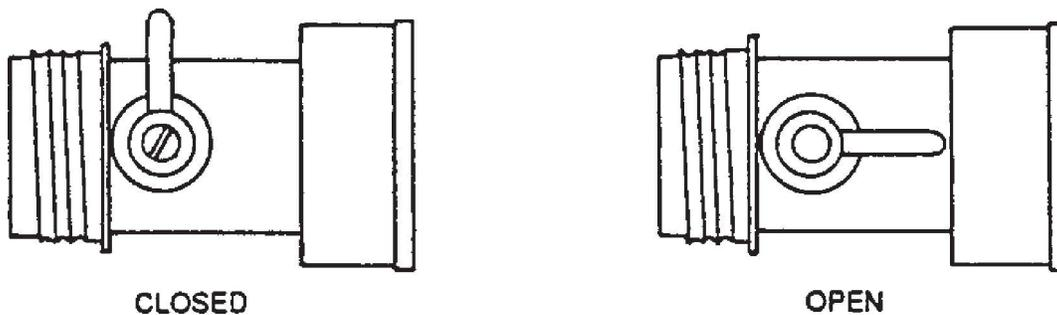

FIG. 4
6. Ceebe el sistema abriendo la válvula de entrada de agua (ver Fig. 4). Abra la válvula de acelerador completamente (en sentido contrario a las agujas del reloj) y permita que el agua fluya hasta que el aire se purgue del sistema.